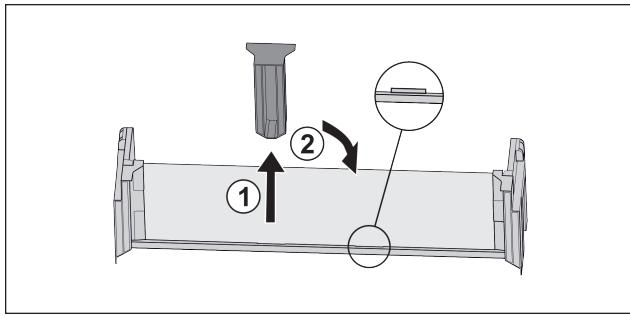

Fig. 18 *
- Снимите среднюю поддерживающую деталь Fig. 18 (1).*
- Вставьте среднюю поддерживающую деталь во вторую позицию Fig. 18 (2).*